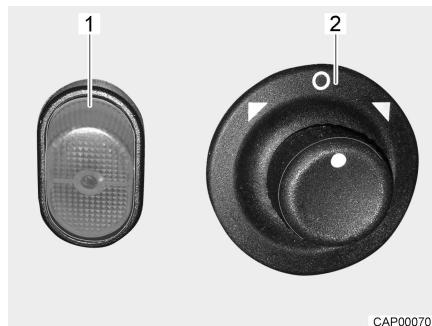

Fig. 13 Interruttore (specchietti esterni a regolazione elettrica)
- Selezionare lo specchietto da impostare. A tal fine premere l'interruttore girevole (Fig. 13,2) verso sinistra oppure verso destra.
- Regolare lo specchietto. A tale scopo, premere l'interruttore (Fig. 13,2) nella direzione desiderata.
- Premere l'interruttore (Fig. 13,1). La spia di controllo dell'interruttore si illumina di arancione e indica che il riscaldamento degli specchietti è in funzione.